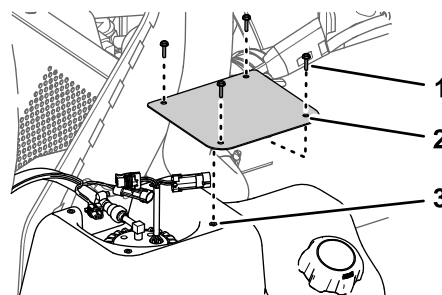

図 86
1. カバーをタンク 図 86 に組み付けるステップ 2 **燃料ポンプのカバーを外す (ページ 56)** で外したねじ #10 x ¾" 4本を使用する。